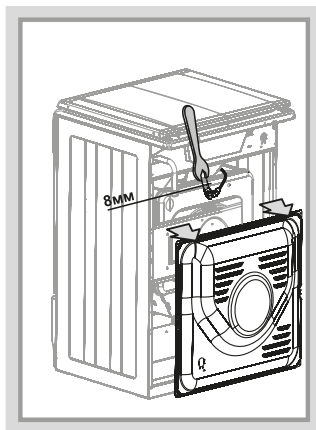

Рис.14
- при помощи ключа выкрутить и заменить сопло (рис.14)